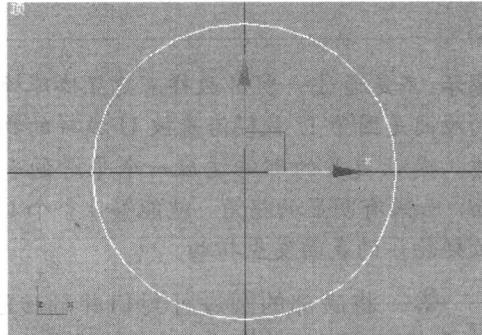

图 3-1 绘制圆形样条线
① 在主菜单中选择“文件”|“重置”命令，重新设置系统。
② 单击工具栏上的³（捕捉开关）按钮，打开创建命令面板，单击⁴（图形）按钮创建样条线，在“对象类型”卷展栏中选择“圆”，在顶视图中绘制半径为 20 的圆形，如图 3-1 所示。